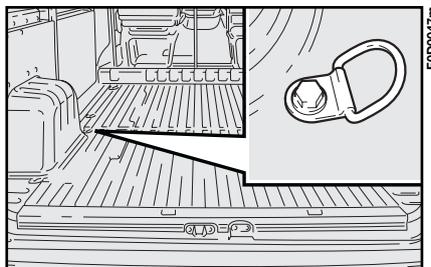

fig. 10
*Irregolarità del percorso e frenate energiche possono essere causa di spostamenti improvvisi del carico con conseguente situazione di pericolo per il guidatore e i passeggeri: prima di partire provvedere quindi a vincolare saldamente il carico, utilizzando gli appositi ganci disposti sul pavimento fig. 10; per il bloccaggio utilizzare cavi metallici, funi o cinghie di robustezza adeguata al peso del materiale da fissare.*